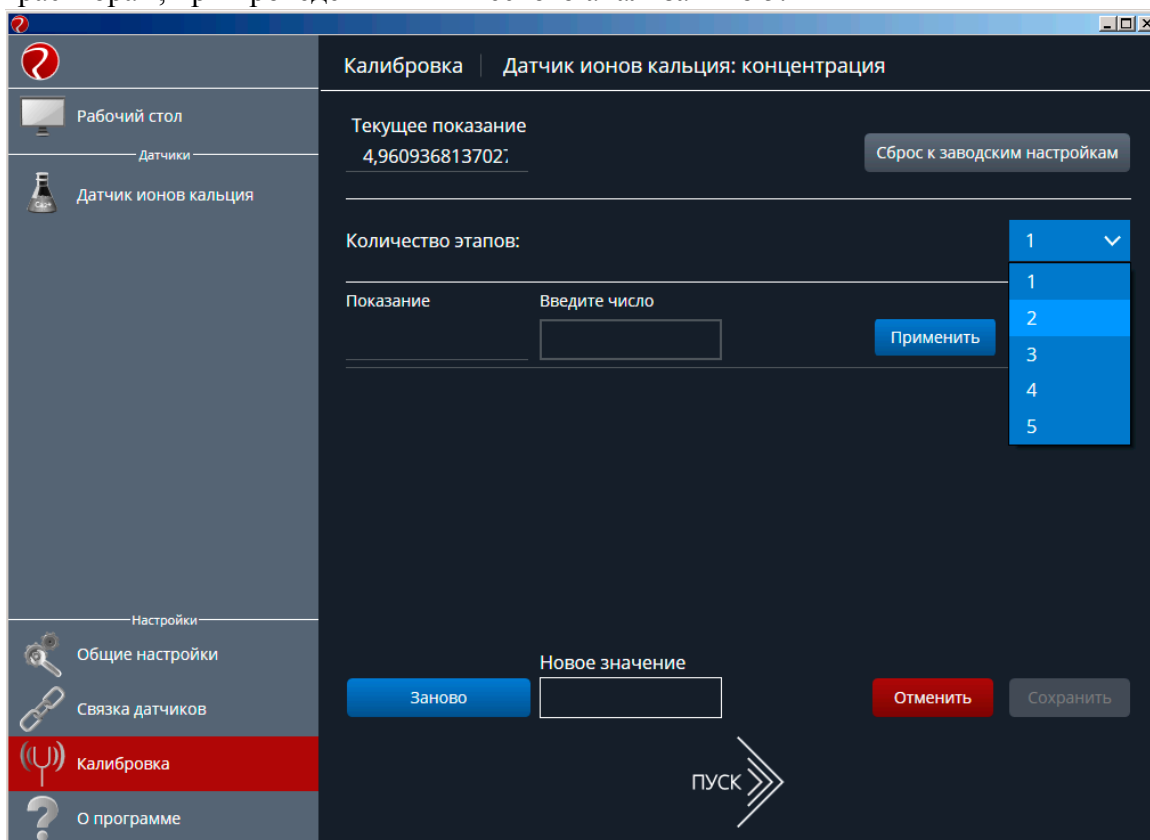

Рисунок 4 – Выбор количества этапов калибровки
- 8) Если пароль введен верно, на экране появится окно калибровки датчика (рис. 4). С помощью выпадающего списка в меню «Количество этапов» необходимо выбрать число калибровочных растворов, на основании которых будет производиться калибровка параметров датчика ионов кальция (от 2 до 5). При проведении спланированного эксперимента рекомендуется проводить калибровку датчика по 2 – 3 калибровочным растворам, при проведении химического анализа – по 5.